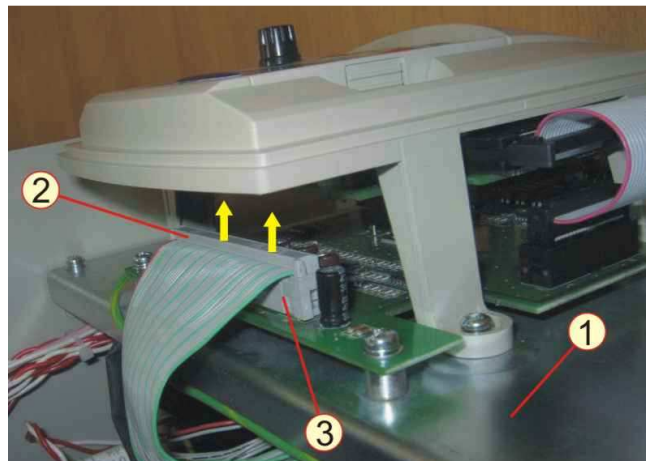

Рисунок 6.9
6.5.1 Отсоединить розетку кабеля 2 из разъема 3 на плате центрального процессора (рисунок 6.9).